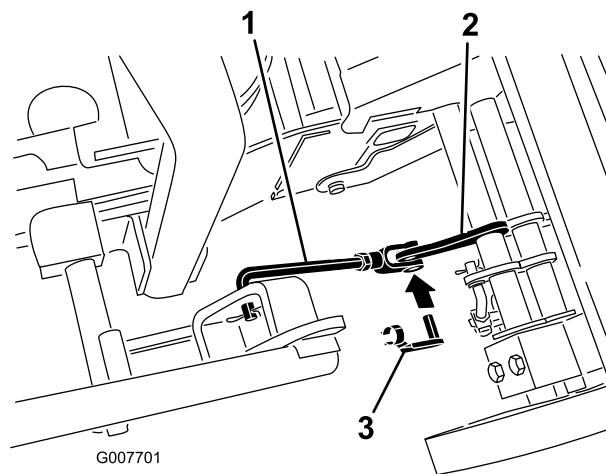

Figura 9
3. Instale el acoplamiento del brazo del ensacador en el conjunto del ensacador con un pasador con muelle (Figura 9).